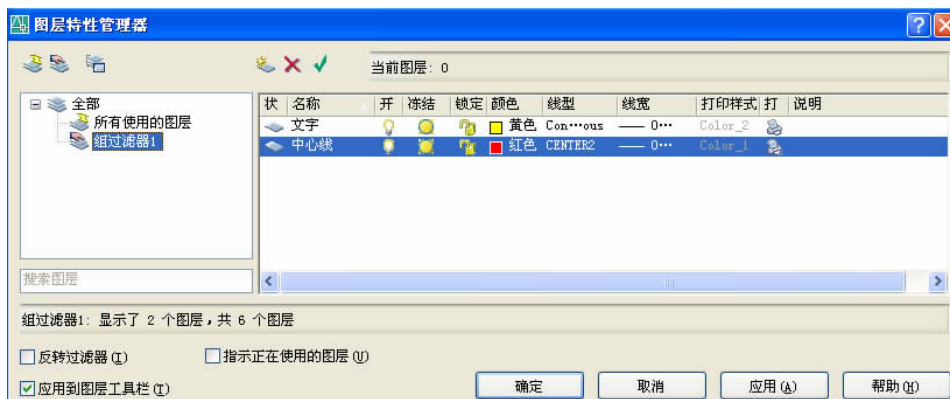

图 4.11 使用“新建组过滤器”
(7) 图标  :新建组过滤器。创建一个图层过滤器,其中包含用户选定并添加到该过滤器的图层。操作顺序为:单击该图标,在左侧树状图列表中添加了一个“组过滤器 1”;单击“所有使用的图层”或其他过滤器,右侧“图层列表”列出对应图层信息;再将需要分组过滤的图层拖动到创建的“组过滤器 1”上即可,如图 4.11 所示。